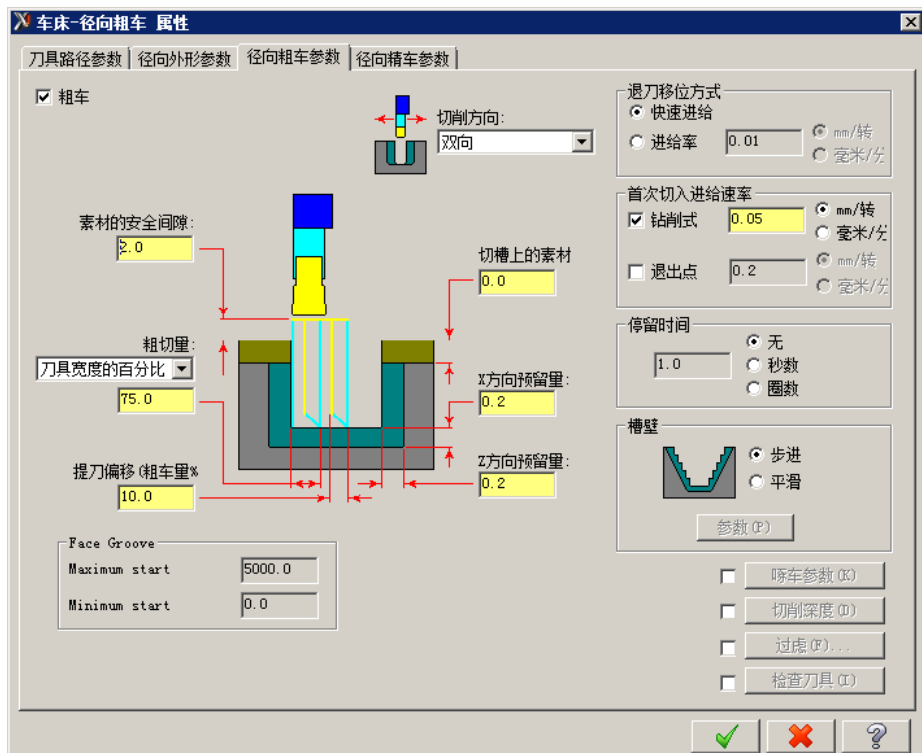

图 13.10.5 “径向粗车参数”选项卡
Step2. 在“车床-径向粗车 属性”对话框中单击“径向粗车参数”选项卡，切换到“径向粗车参数”界面，设置图 13.10.5 所示的参数。